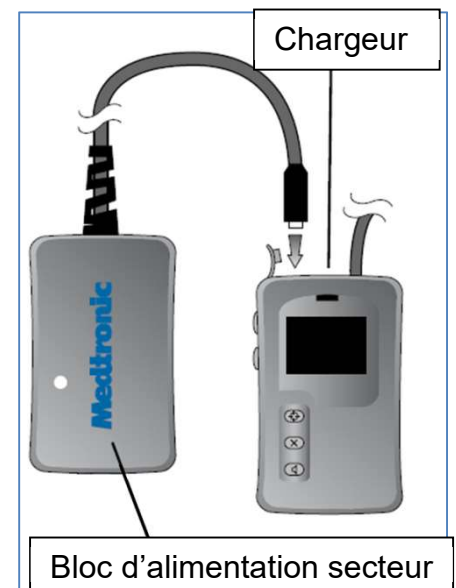

Figure 1
- Pour éviter cet état d'absence de réponse du chargeur, celui-ci doit être branché au bloc d'alimentation secteur avant de commencer une session de recharge du neurostimulateur, en alignant les triangles blancs, et le chargeur doit rester connecté au bloc d'alimentation secteur jusqu'à ce que la session de recharge soit terminée (voir Figure 1). Remarque : le bloc d'alimentation secteur n'a pas besoin d'être branché à une prise électrique si le chargeur est lui-même déjà chargé.